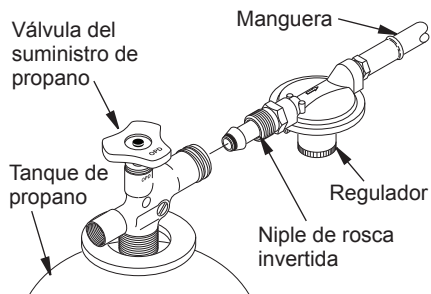

Figura 4 - Posición del regulador
2. Conecte el niple de rosca invertida del ensamblaje de manguera-regulador a los tanques de propano. Gire el niple de rosca invertida en sentido contrario al de las manecillas del reloj en la rosca del tanque. Apriete firmemente usando una llave. **IMPORTANTE:** Coloque el regulador de manera que la manguera que sale del regulador esté en posición horizontal (consulte la figura 4). Esto coloca la ven-
3. Conecte la manguera a la entrada de la válvula (consulte la figura 4). Apriete firmemente usando una llave.